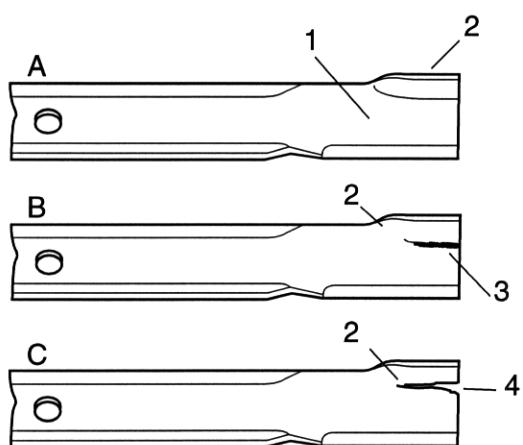

Fig 6
- Controllare attentamente i taglienti della lama, specialmente nei punti in cui le parti piatte e curve si incontrano (Fig. 6-A). Sabbia e materiali abrasivi consumano il metallo che unisce le parti piatte e curve della lama, quindi si raccomanda di verificare la lama prima di utilizzare il tosaerba. Se si nota usura (Fig. 6-B) sostituire la lama.
Se si lascia che la lama si consumi si forma una fessura tra la costa e la parte piatta della lama (Fig. 6-C). Infine un pezzo di lama si spezza e viene espulso da sotto la sede, con il rischio di causare gravi ferite all'operatore o ad astanti.